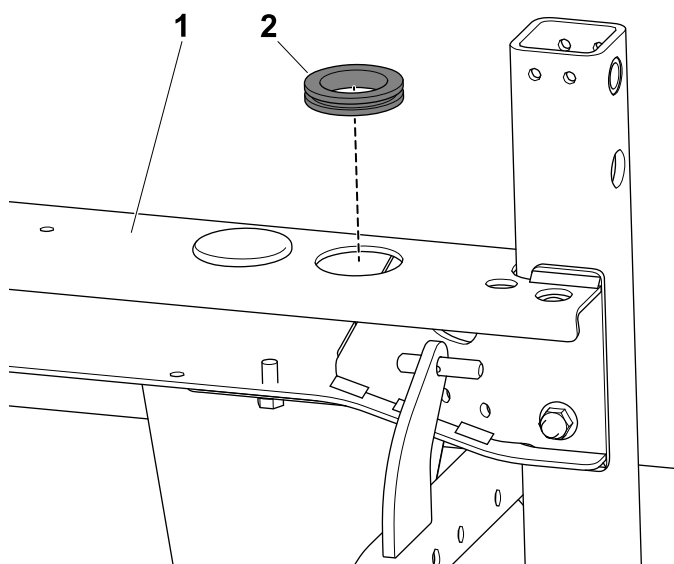

Figura 25
4. Instale el anillo de goma en el bastidor (Figura 25).